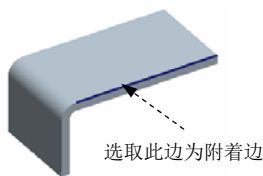

图 11.2.52 定义附着边
Step3. 选取附着边。系统 的提示下，选取图 11.2.52 所示的模型边线。
(1) 在操控板中单击 **止裂槽** 按钮，在系统弹出的界面中，接受系统默认的“止裂槽类别”为 **折弯止裂槽**，并选中 ☒ 单独定义每侧 复选框。
(2) 定义侧 1 止裂槽。选中 ☒ 侧 1 单选项，在 **类型** 下拉列表框中选择 **矩形** 选项，止裂槽的深度及宽度尺寸采用默认值。